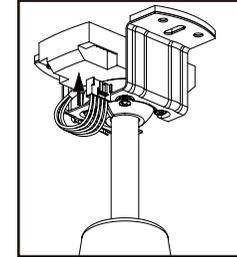

Fig2
2. Connectez le câble femelle à 5 broches au récepteur (Fig2)